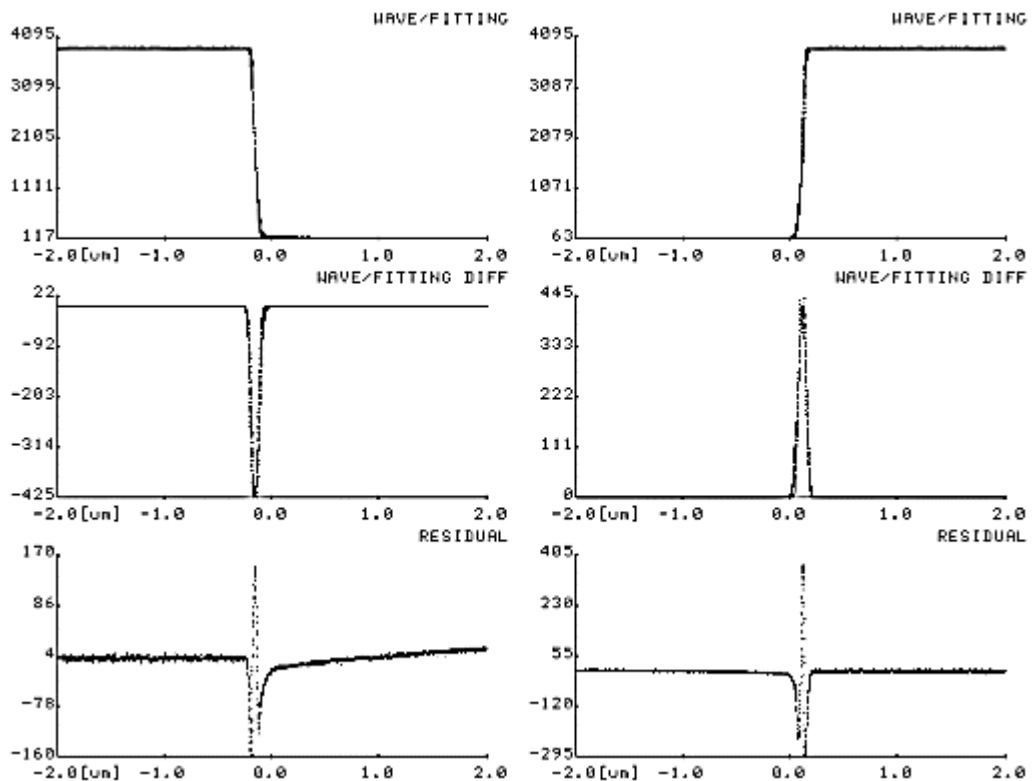

Рис. 4 Пример хорошего детектирования AE-марки.
- 5.1.8. Далее двигаться согласно стандартной процедуре калибровки таблицы. При этом, полезно на этапе DISTORTION CORRECTION, проследить, что координаты BE марки находятся в центре (рис. 4).